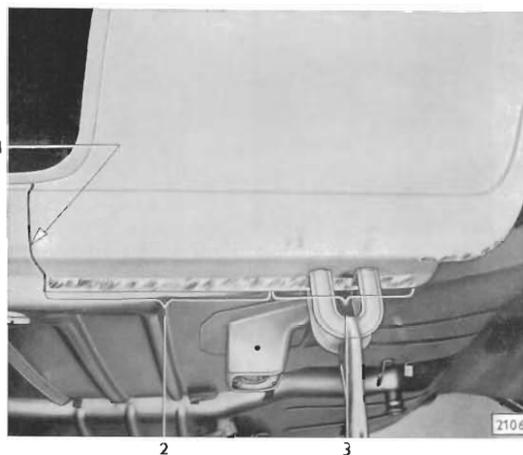

Bild 108 - Unterer Seitenwandflansch liegt am Bodenblech und zusätzlichen Befestigungswinkel
- 5 Seitenwand an Bodenblech und zusätzlichen Befestigungswinkel (siehe auch Bild 108)